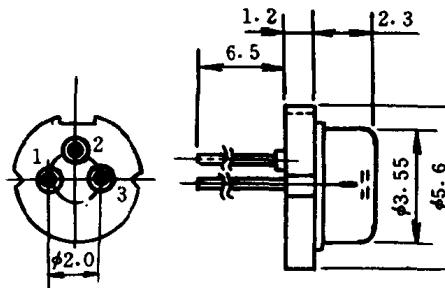
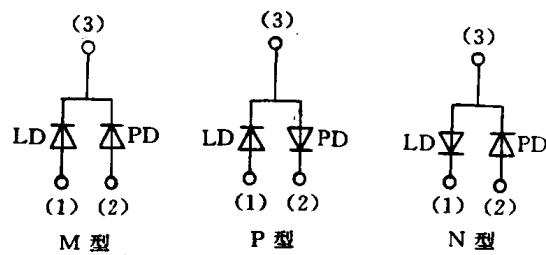

图 1-1-2 激光管外形
图 1-1-3 管脚排列方式
(1)了解已损坏了的激光二极管的封装形式。激光管外形见图 1-1-2。它的管脚排列方式见图 1-1-3。确定激光管管脚的排列方向可用万用表电阻档  $R \times 1k\Omega$  档,如同辨别普通晶体管脚极性那样进行,不过激光管由于正向压降大,PN 结正向连接时,在万用表电阻档量程  $R \times 1k\Omega$  档上指针仅略微偏转而已。